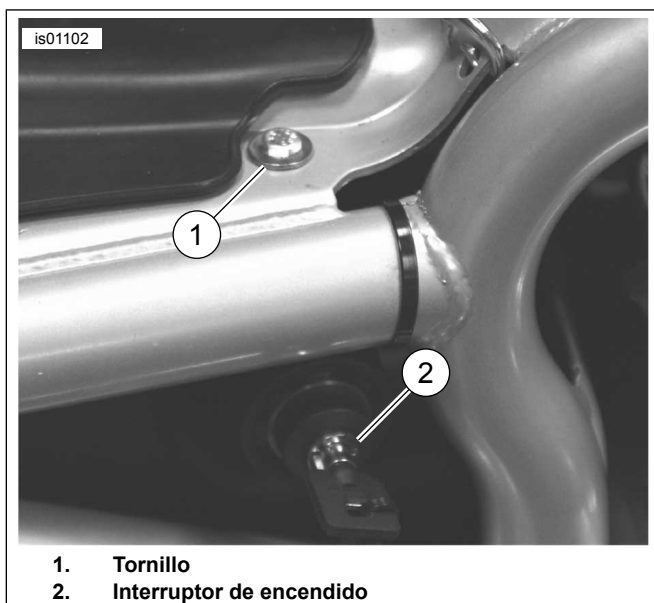

Figura 6. Conexión a tierra (modelos V-Rod 2006 y anteriores)
1. Vea Figura 6 . Quite el tornillo (1, debajo del asiento) que sujeta el interruptor de encendido (2) en el lado derecho del bastidor.